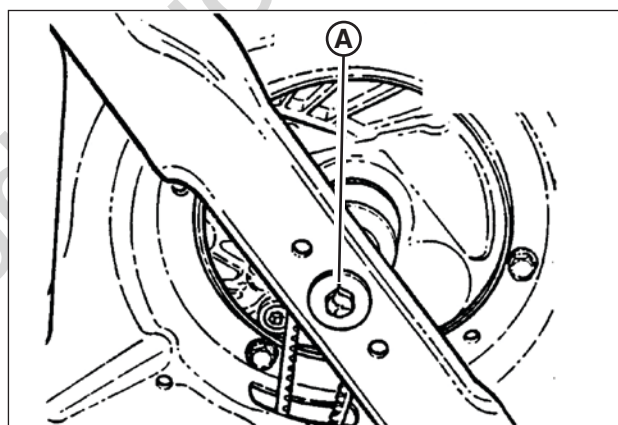

Figura 18: Apriete del tornillo de cabeza de la cuchilla
2. Inclíne hacia arriba el cortacésped sobre sus ruedas posteriores para acceder al tornillo de cabeza de la cuchilla (**A, Figura 18**). No incline el cortacésped con la bujía o el carburador hacia abajo.